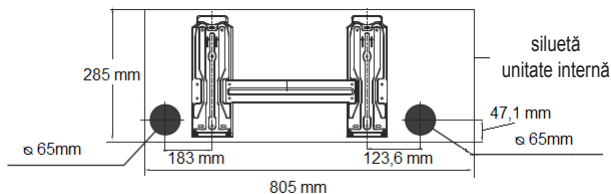

fig. 8 -
1. Detașați plăcuța tăiată în prealabil (A-"fig. 8 -") conform direcției dorite.